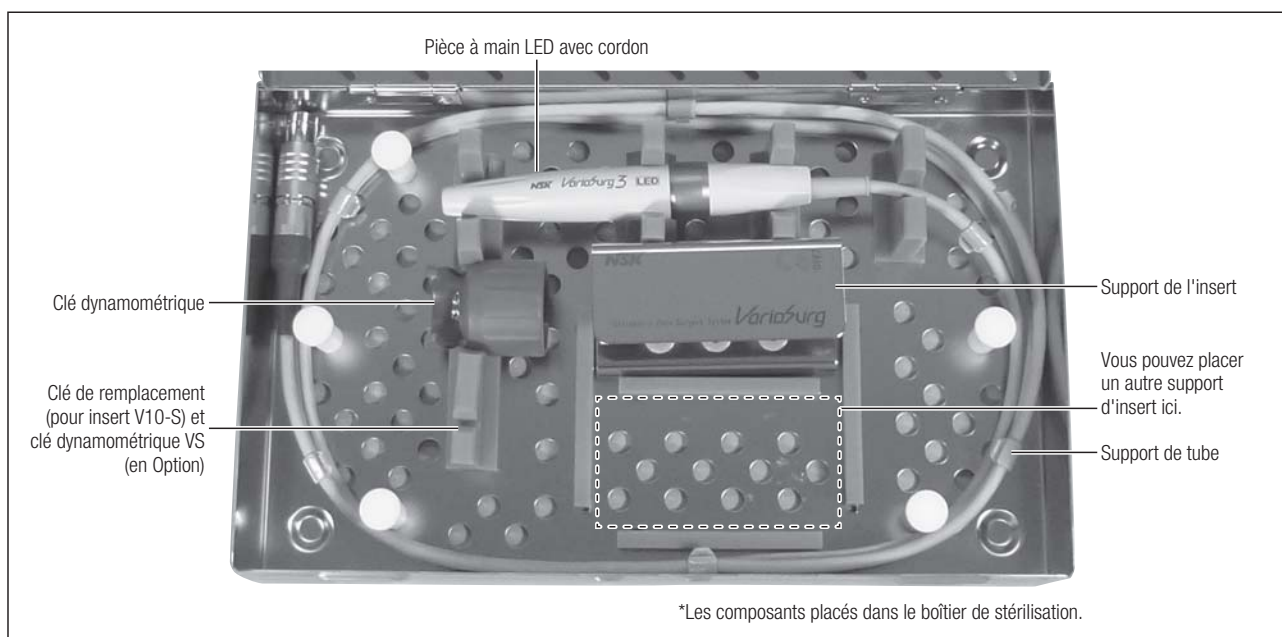

Fig. 24
- 1) Placez la pièce à main avec le cordon et la clé dynamométrique dans le boîtier de stérilisation (Fig. 24).